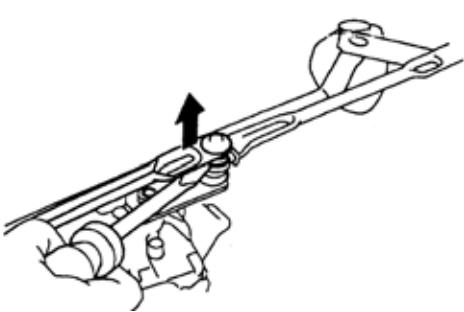
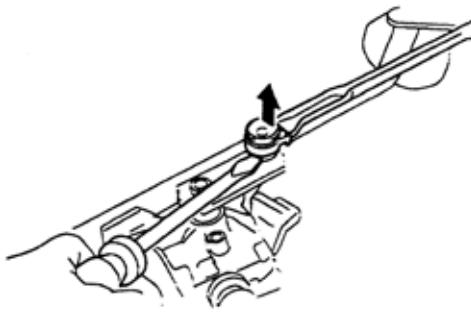

图 9-142
图 9-143
(1) 用螺丝刀松开挡风玻璃刮水器电机总成曲轴臂转轴上的 2 个销子，如图 9-142、图 9-143 所示。注意：使用前把螺丝刀的头部包裹起来。